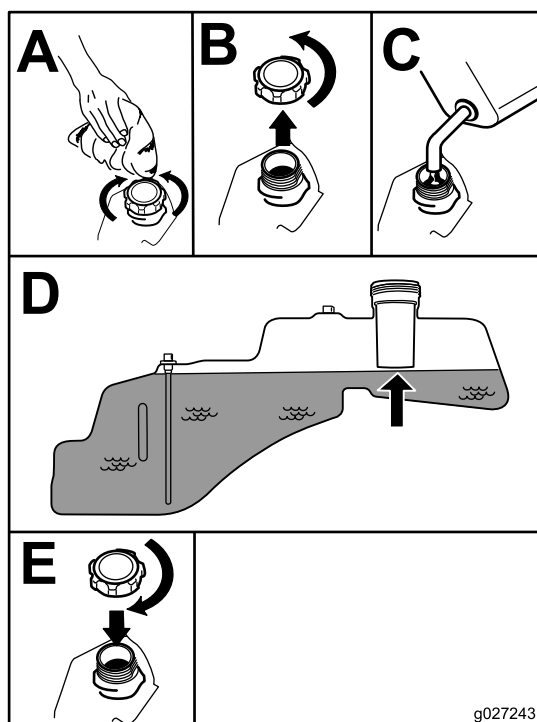

Figura 9
**Nota:** È possibile utilizzare l'indicatore di livello del carburante per controllare la presenza di benzina prima di procedere al riempimento del serbatoio (Figura 9).